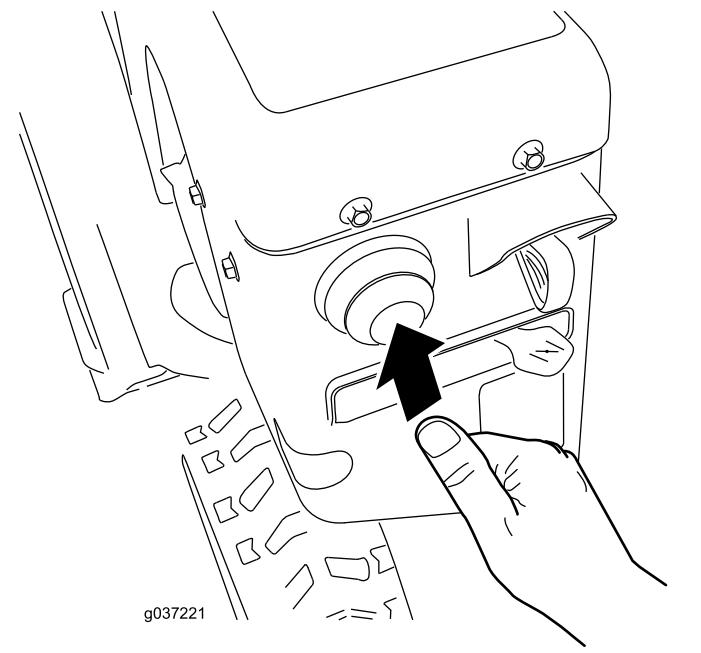

Figure 17
3. Appuyez fermement sur l'amorceur avec le pouce comme indiqué dans le tableau ci-dessous, en marquant une pause d'une seconde chaque fois (Figure 17).